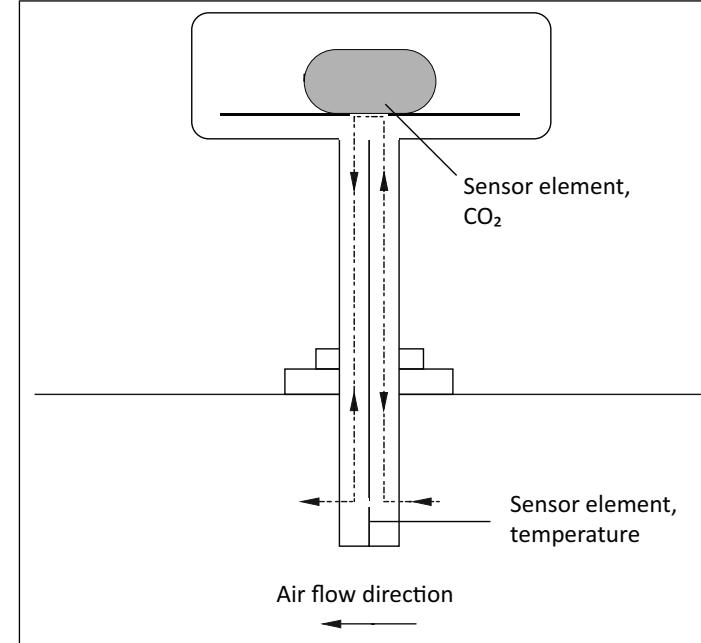

Fig. 1 L'écoulement d'air peut être dirigé de droite à gauche (comme dans l'exemple ci-dessus) ou de gauche à droite.
2. Le transmetteur doit être placé dans le sens de l'écoulement d'air, conformément aux flèches indiquées sur le couvercle. Le flux d'air peut être dirigé de droite à gauche (comme ici Fig. 1), ou de gauche à droite. L'orifice dans la conduite doit mesurer 13 mm de diamètre.